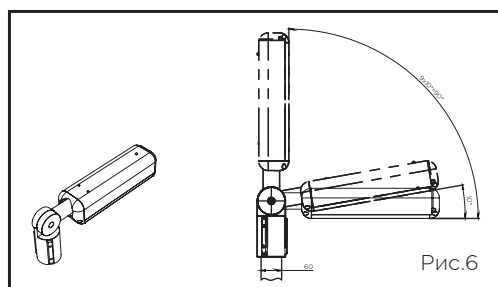

Рис.6
- В процессе эксплуатации с помощью винта М12х35 поз. 3 можно дополнительно производить регулировку угла наклона светильника. Изменяемый угол поворота до 90 град. (рис.6)